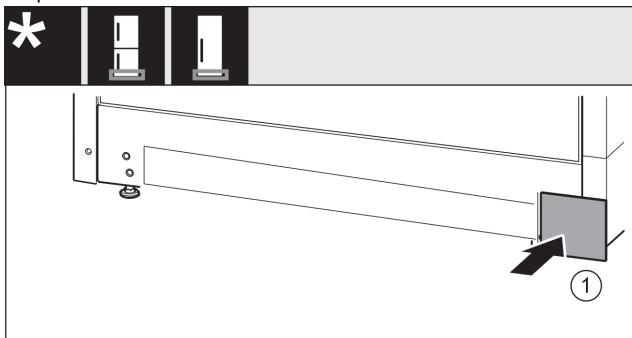

Fig. 37
- ▶ Așezați apărătoarea din nou pe cealaltă parte. Fig. 37 (1)